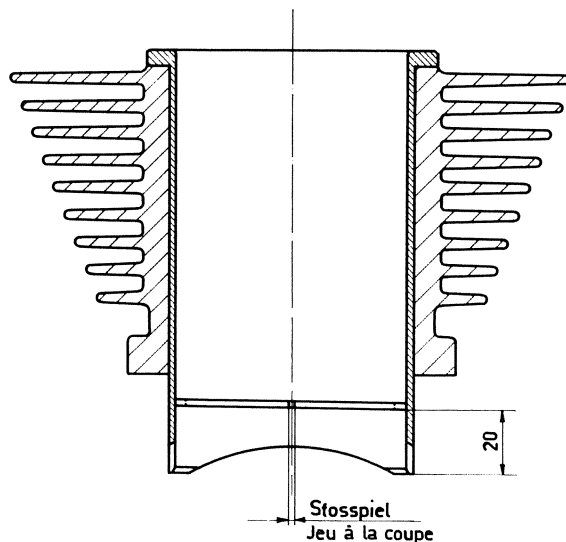

Fig. 28
- Um ihr Stossspiel zu messen, werden die einzelnen Kolbenringe, rechtwinklig zur Achse, in die Zylinderbohrung eingeschoben (siehe Fig. 28 und Tabelle Fig. 27).
- Contrôler le jeu à la coupe des segments en introduisant chacun de ceux-ci bien perpendiculairement à son axe dans l'alésage du cylindre (voir fig. 28 et tableau fig. 27).
7.7 REMONTAGE DU PISTON (fig. 28)